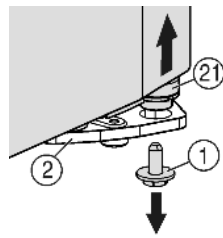
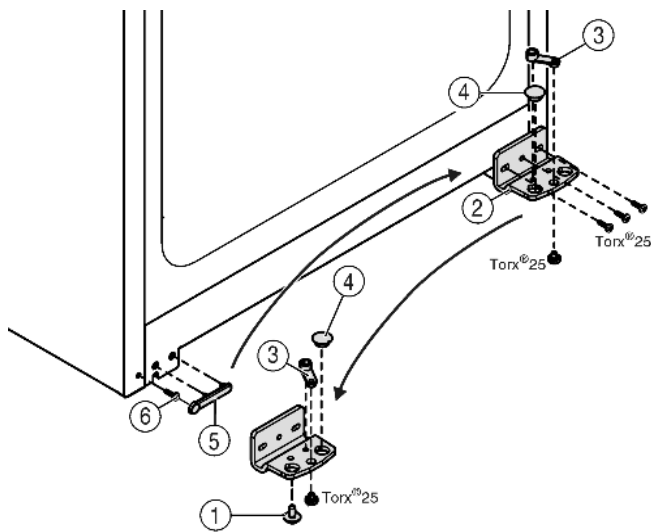

Fig. 5
Fig. 6
- ▶ Внизу справа на опорном кронштейне выкрутите фиксирующий винт Fig. 5 (1).
- ▷ Опорный палец Fig. 5 (21) можно извлечь из опорного кронштейна Fig. 6 (2).
- ▶ Если установочный винт Fig. 5 (21) не откручивается, его можно вынуть, нажав на него снизу.
- ▶ Открутите опорный кронштейн Fig. 6 (2).
- ▶ Открутите опорную деталь Fig. 6 (3) и, переставив в отверстие на противоположной стороне опорного кронштейна, снова прикрутите.
- ▶ Извлеките заглушку Fig. 6 (4) из опорного кронштейна и переставьте ее в отверстие на противоположной стороне опорного кронштейна.
- ▶ Осторожно снимите крышку со стороны ручки Fig. 6 (5).
- ▶ Выкрутите болт Fig. 6 (6) и вкрутите на противоположной стороне.
- ▶ Снова установите крышку Fig. 6 (5).
- ▶ Снова прикрутите опорный кронштейн Fig. 6 (2) на новой стороне шарнира (**с моментом 4 Нм**). При необходимости используйте аккумуляторный шурупверт.
- ▶ Вкрутите фиксирующий винт *Fig. 5 (1)* внизу в опорный палец и затяните (с моментом 4 Нм).